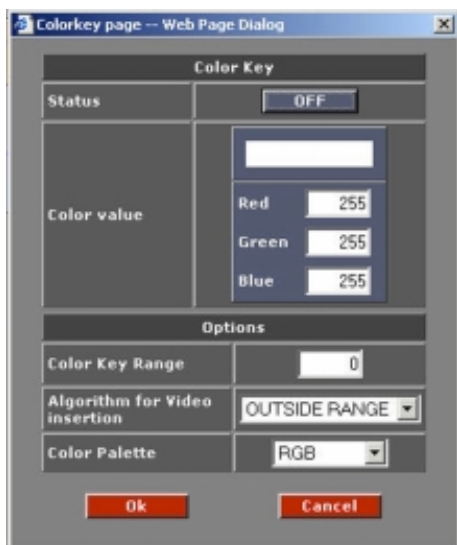
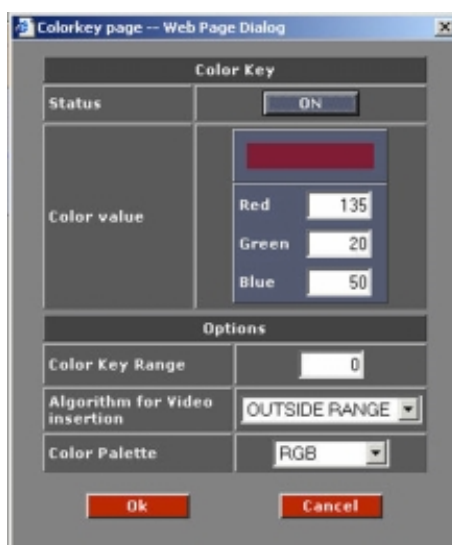

Imagen 6-38
Imagen 6-39
1. Haga clic en el botón de alternar **ON** o **OFF** en la caja para activar o desactivar el color keying. (imagen 6-38, imagen 6-39)
El color llave aparece inmediatamente por encima de los campos de entrada, véase imagen 6-39.